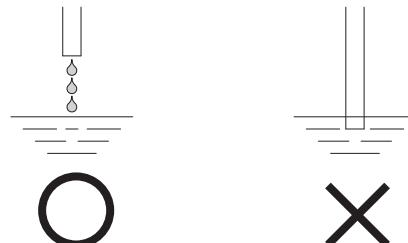

図 8 排水ホースの先端
- 排水ホースが長い場合には適切な長さに切断して先端は開放状態にしてください。(排水ホースの先端が水没しないようにしてください。)(図 8)